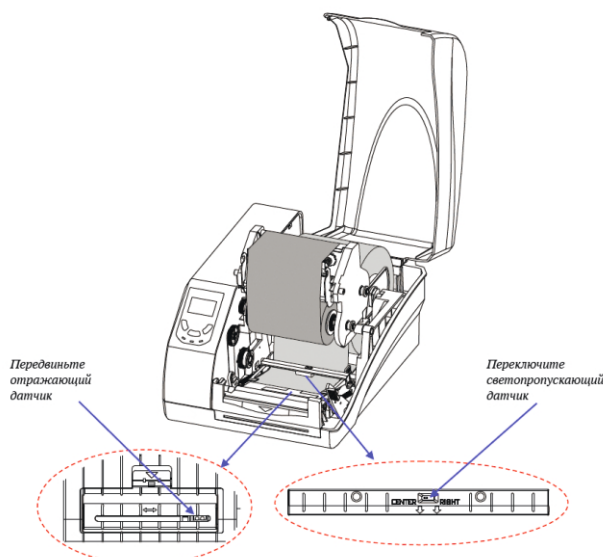

Рисунок 2-14 Регулировка положения датчика носителя
4. Чтобы отрегулировать положение светопропускающего датчика: переключите тумблер, чтобы выбрать центральное или правое положение в соответствии с типом носителя, см. рис. 2-14.